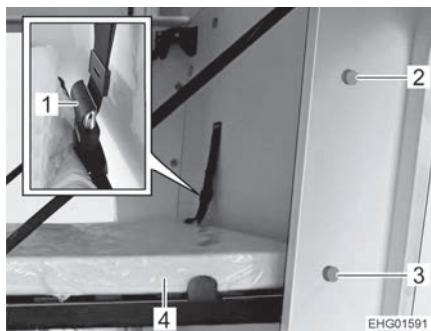

Bild 121 Utfällbar säng
- Dra upp den övre frigöringsknappen (Bild 121,2) och fäll försiktigt ner den utfällbara sängen (Bild 121,4) tills den låser fast i det nedre låset i horisontellt läge.
- Stäng säkerhetsremmen (Bild 121,1) från sidoväggen till den utfällbara sängen.
- Dra ned den nedre frigöringsknappen (Bild 121,3) och fäll försiktigt upp sängen. Se till att inga kroppsdelar fastnar. Sängen måste låsas fast i vertikal läge i den övre spärren.